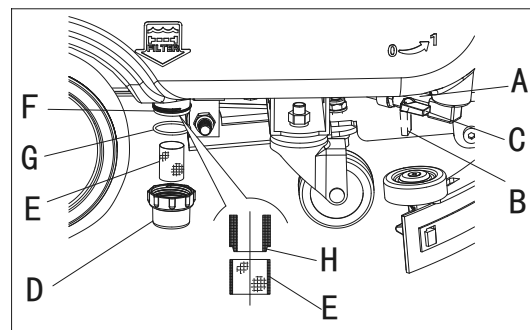

Figure 18
2. Faire en sorte que la machine soit éteinte et que la clé de contact (54) ait été retirée.
3. Fermer le robinet de la solution (A, Fig. 18) sous la machine, derrière la roue arrière droite. Le robinet (A) est fermé lorsqu'il est sur la position (B) et il est ouvert quand il est sur la position (C).
4. Retirer le couvercle transparent (D), puis retirer la crépine du filtre (E). Les nettoyer et les installer sur le support (F).